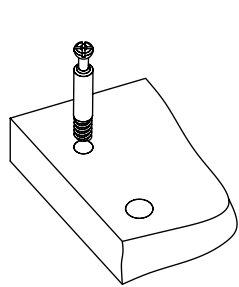
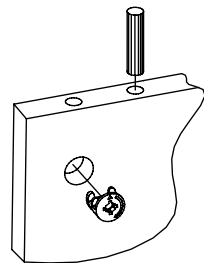

Рис.1
Рис.2
1. Вкрутить шпильки минификсов в соответствующие плоскостные отверстия деталей 3, 4 (Рис. 1). Вставьте головки минификсов в детали 1, 4. Вставить шканты в торцы деталей 1 (Рис. 2).